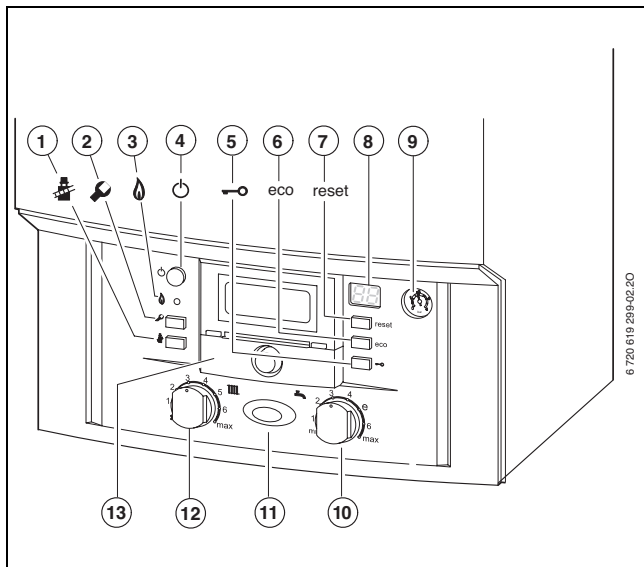

Fig. 8
- Weersafhankelijke regelaar in toestel ingebouwd, → afb. 8, [13], pagina 20.